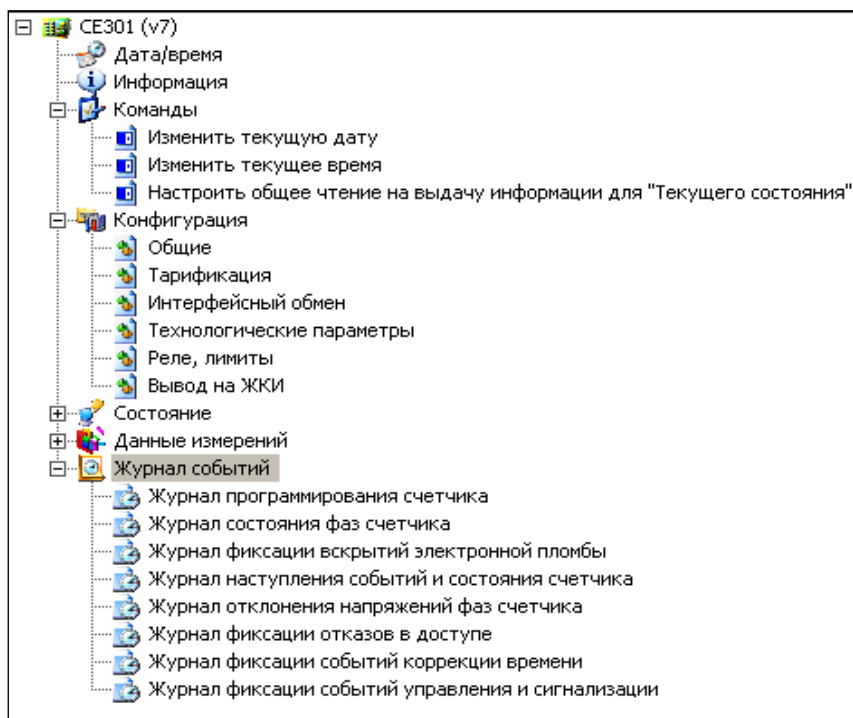

Рисунок 103 – Журналы счетчика
7.2.18.4 Журналы и их счетчики-указатели (см. ПРИЛОЖЕНИЕ Б) доступны для просмотра по интерфейсу в ПО AdminTools (рисунок 103).